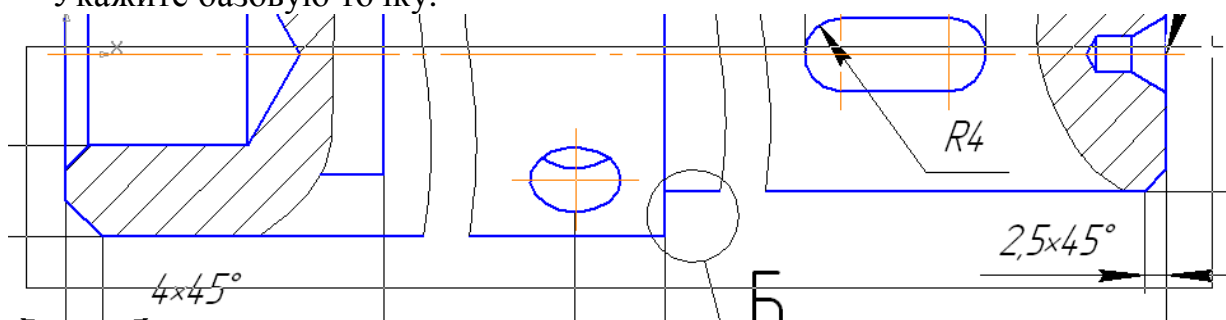

Рис. 54
- Создайте документ «Деталь». Для создания эскиза выделите плоскость XU в дереве построения и перейдите в режим редактирования эскиза с помощью команды **Эскиз** . Откройте выполненный чертеж «Вал», выделите макроэлементы командой **Выделить по типу**  на панели **Выделение**  и подключите команду **Разрушить** в меню **Редактор**. Выделите рамкой изображение, рис. 54, и скопируйте выделенные объекты в буфер обмена командой **Копировать**  на **Стандартной панели**. Укажите базовую точку.